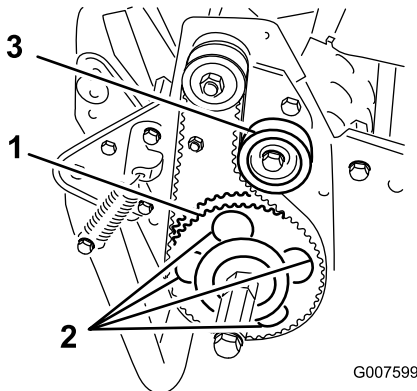

Figure 46
7. Tournez la poulie menée jusqu'à ce que les trous se trouvent en face des 4 vis à embase du roulement du rouleau (Figure 46).
11. Réglez la tension de la courroie et serrez la vis de fixation de la poulie de tension (Figure 46).